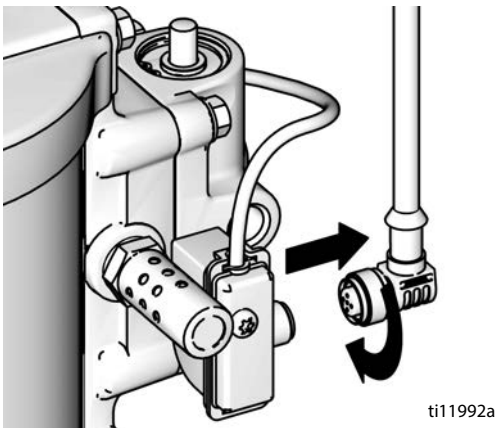

Рис. 10. Отсоединение модуля DataTrak
- Отверните кабель от задней поверхности блока герконовых переключателей. См. Рис. 10.